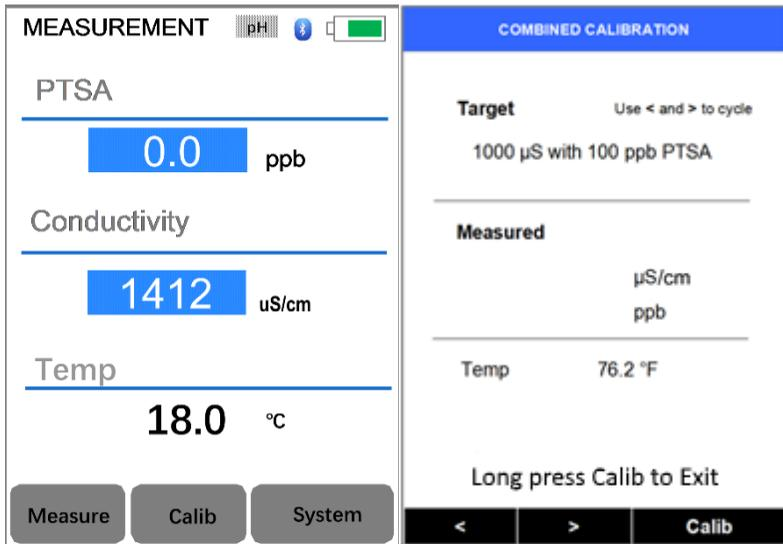

图 22
- 3) 界面如图22所示。电导率读数应该与加入的标准溶液接近，但不一定完全相同。